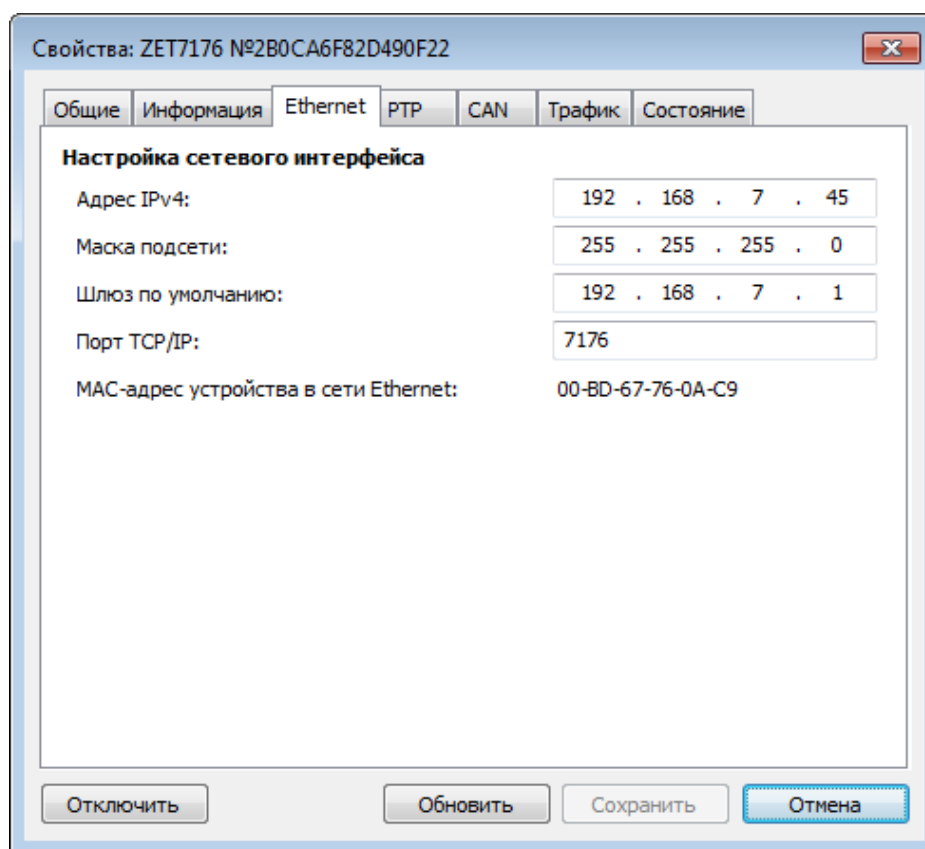

Рис. 2.4 Вкладка «Ethernet»
- во вкладке «Ethernet» в полях «Адрес IPv4», «Маска подсети», «Шлюз по умолчанию» следует задать значения сетевого адреса. Например, для работы в сети класса «С» 192.168.7.0 нужно установить конфигурацию, приведенную на рисунке (Рис. 2.4).